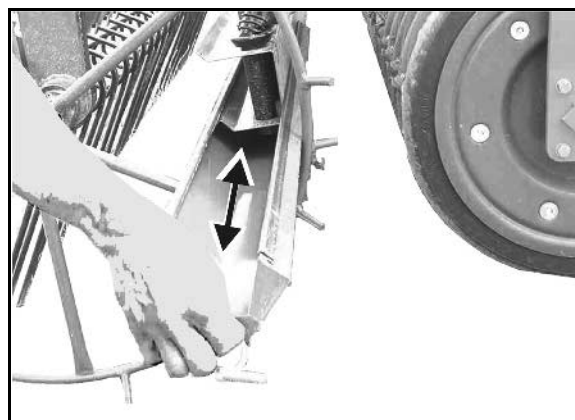

Fig. 36
2. Dra ut vridprovstrågen till vänster och höger på utloppsskenan och skjut dem på plats under utloppsskenan (Fig. 36).